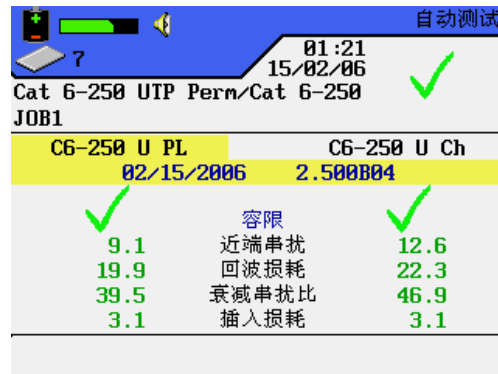

图 12 采用“永久链路 (PL)”和“信道 (CH)”的对比测试
从图 12 所示结果可以看出，对同一根跳线，采用不同的测试标准（链路模型）所得结果是不同的。采用“永久链路 (PL)”或“信道 (CH)”方式测出的余量（容限）要求比跳线标准大很多。换言之，跳线测试标准要比布线测试标准严格。这说明，如果我们直接用“永久链路 (PL)”或“信道 (CH)”方式测跳线，将无法检查出不合格跳线。